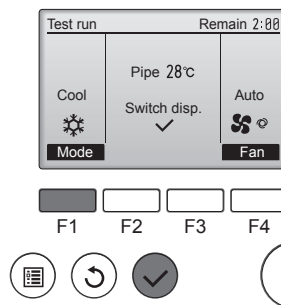

Fig. 7-5
- ① Prima o botão **[F1]** para ir para os modos de funcionamento pela ordem "Cool" (Frio) e "Heat" (Calor). (Fig. 7-5)